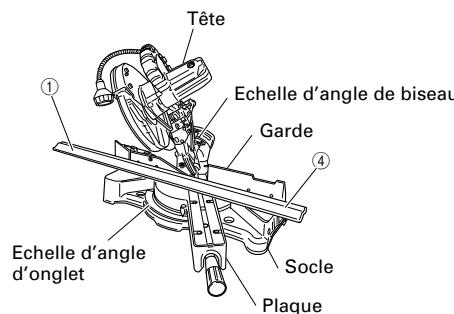
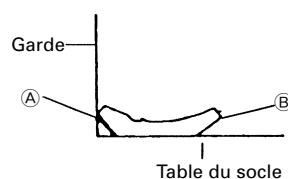

Fig. 36
Fig. 38
### (1) Réglage de coupe en corniche complexe aux positions ① et ④ de la Fig. 34 (voir Fig. 36 ; incliner la tête vers la gauche) :
- ① Tourner la plaque tournante vers la droite et régler l'angle d'onglet comme suit :
- ② Incliner la tête vers la gauche et régler l'angle de biseau comme suit :
- ③ Disposer la corniche complexe de façon que la surface inférieure (Ⓐ sur la Fig. 33) touche la garde comme indiqué à la Fig. 38.